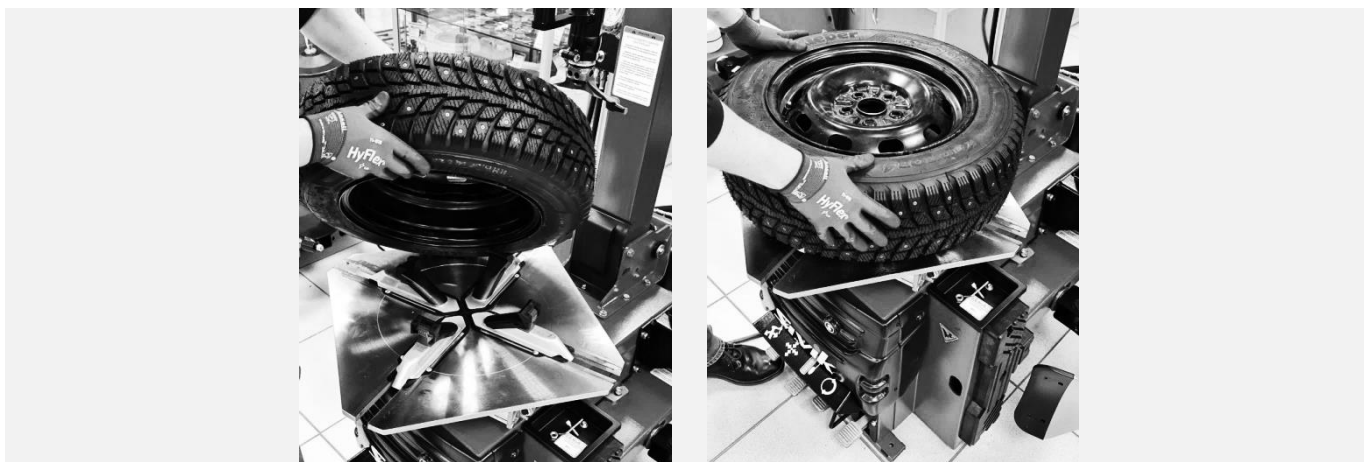

Рисунок 44
- Свести зажимные кулачки к центру поворотного стола, нажав педаль управления зажимными кулачками (см. Рисунок 44). Положить колесо на поворотный стол таким образом, чтобы все зажимные кулачки оказались внутри диска.